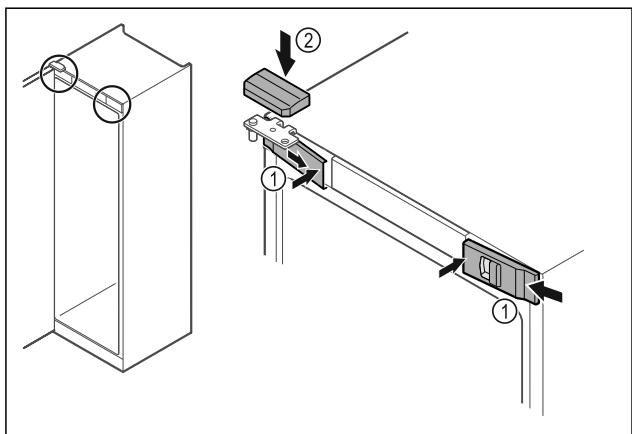

Fig. 37
- Aizkabinetā sānos priekšējos pārsegus Fig. 37 (1) un iekšpusēnofiksējet.
- Nofiksējet augšējo pārsegu Fig. 37 (2) no augšpuses.